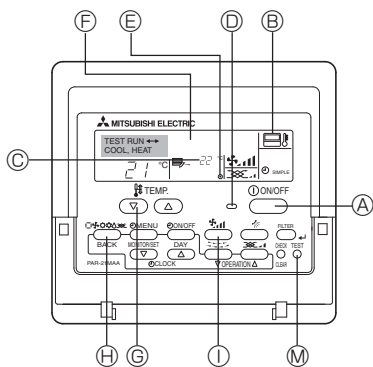

Fig. 9-2
9.2.2. Ενσύρματο τηλεχειριστήριο (Fig. 9-2)
- ① Τροφοδοτήστε με ρεύμα τη μονάδα τουλάχιστον 12 ώρες πριν τη δοκιμαστική λειτουργία.
- ② Πατήστε δύο φορές το κουμπί [TEST] (ΔΟΚΙΜΗ). ➔ "TEST RUN" (ΔΟΚΙΜΗ) οθόνη υγρών κρυστάλλων.
- ③ Πατήστε το κουμπί επιλογής τρόπου λειτουργίας [Mode selection] (Επιλογή τρόπου λειτουργίας). ➔ Βεβαιωθείτε ότι ο αέρας φυσά προς τα έξω.
- ④ Πατήστε το κουμπί επιλογής τρόπου λειτουργίας [Mode selection] (Επιλογή τρόπου λειτουργίας) και επιλέξτε τη λειτουργία ψύξης (ή θέρμανσης). ➔ Βεβαιωθείτε ότι ψυχρός (ή θερμός) αέρας φυσά προς τα έξω.
- ⑤ Πατήστε το κουμπί ταχύτητας αέρα [Fan speed] (Ταχύτητα αέρα). ➔ Βεβαιωθείτε ότι η ταχύτητα του αέρα είναι ενεργοποιημένη.
- ⑥ Ελέγξτε τη λειτουργία του ανεμιστήρα της εξωτερικής μονάδας.
- ⑦ Σταματήστε τη δοκιμαστική λειτουργία πατώντας το κουμπί λειτουργίας [ON/OFF]. ➔ Διακοπή
- ⑧ Καταχώρηση αριθμού τηλεφώνου.